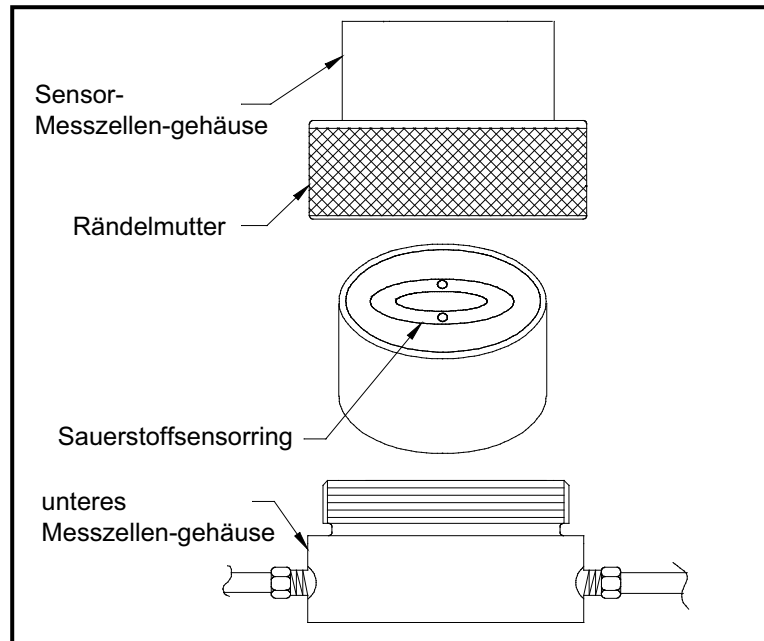

Abbildung 6: Sauerstoffsensor-Installation
Um einen neuen oder einen Austausch-Sauerstoffsensor im oxy.IQ zu installieren, beziehen Sie sich auf die Abbildung 6 unten und führen Sie folgende Schritte aus:
6. Richten Sie den Sensor so aus, dass seine vergoldeten Elektroden zu den federbelasteten Kontaktstiften im Sensor-Messzellengehäuse zeigen (siehe Abbildung 6). Drücken Sie den Sauerstoffsensor fest in das Sensor-Messzellengehäuse unten am oxy.IQ-Elektronikmodul.